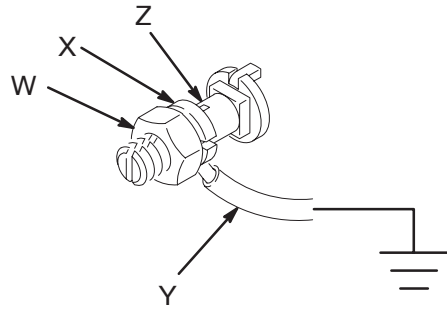

Abb. 1
1. **Pumpe:** Erdungskabel und Klammer (Teile-Nr. 237569) bestellen. Siehe Abb. 1. Die Sicherungsmutter (W) und die Scheibe (X) der Erdungsöse lösen. Ein Ende des Erdungskabels (Y) in den Schlitz der Öse (Z) stecken und die Sicherungsmutter fest anziehen. Das andere Ende des Kabels mit einer guten Masse verbinden.